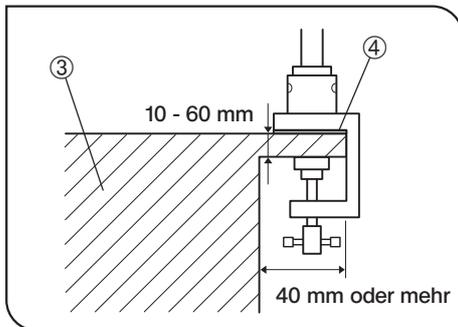

Abb. 4
1. Die Säule auf einem stabilen Tisch ③ mit einer Dicke von 10 bis 60 mm und einer um mindestens 40 mm überstehenden Kante installieren. (Abb. 4)
4. Falls Störungen durch interne Schwingungen auftreten, die mitgelieferte Gummimatte ④ unter der Säule platzieren. (Abb. 4)